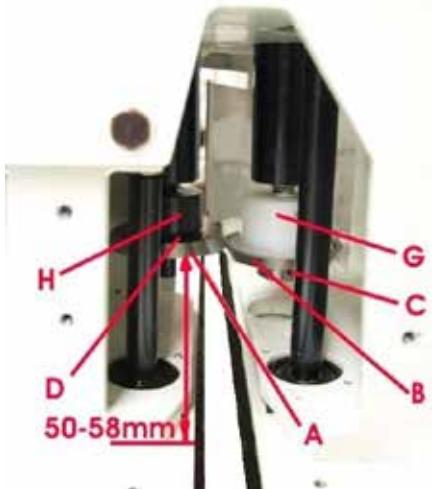

Fig. 5
The cutting height of the knives is adjustable from 50 to 58 mm (1 31/32 to 2 9/32 in.), measured from the upper surface of the chain case (See Fig. 5). The standard setting is 54 mm (2 1/8 in.).
To replace the knives (A, B, Fig. 5), remove the chip chute, the left hand guard and the two guide rails which are fastened with four screws. Turn the knives into a position where the screw (C, Fig. 5) located in the hub of the lower knife (B, Fig. 5) is accessible from the left side. Loosen screw (C, Fig. 5) with the special screw driver No. 95620 and remove lower knife (B, Fig. 5), upper knife (A, Fig. 5) and spring (D, Fig. 5).
**NOTE:** There is no screw in the hub of the upper knife (A, Fig. 5).
During assembly slip spring (D, Fig. 5) and upper knife (A, Fig. 5) on the front knife shaft. Turn the knife to and fro until the Woodruff key, cemented in the knife shaft, engages with the key groove in the knife hub. Hold upper knife in position. Slip the lower knife (B, Fig. 5) on the rear knife shaft until the Woodruff key engages with the key slot, and push the lower knife with the upper knife up to the stop on the plastic collar (G, Fig. 5). Tighten screw (C, Fig. 5) in the hub of the lower knife securely. The collar (G, Fig. 5) serves as a stop for the set cutting height of the knives. Therefore it is not necessary to readjust the height when replacing the knives. It also prevents the cut-off bag strips from being wound-up on the knife shaft. The pressure exerted by the upper knife on the lower knife can be reduced or increased by raising or lowering the collar (H, Fig. 5).
Reassemble the two guide rails (F, Fig. 5), the left hand guard and the chip chute. The chip chute should be set as close as possible to the lower knife without contacting the knives, the knife shafts or the collars.
Die Schneidhöhe der Messer ist im Bereich von ca. 50 bis 58 mm einstellbar, von der Oberkante des Kettenkastens aus gemessen (siehe Fig. 5). Die Grundeinstellung beträgt 54 mm.
Zum Auswechseln der Messer (A, B, Fig. 5) entfernen Sie die Abfallrinne, den linken Handschutz sowie die beiden Führungsschienen, die mit vier Schrauben befestigt sind. Drehen Sie die Messer soweit, bis die Schraube (C, Fig. 5) in der Nabe des Untermessers (B, Fig. 5) von links zugänglich ist. Lösen Sie mit dem Spezial-Schraubendreher Nr. 95620 die Schraube (C, Fig. 5) und nehmen Sie das Untermesser (B, Fig. 5) und das Obermesser (A, Fig. 5) sowie die Feder (D, Fig. 5) heraus.
**BEACHTEN SIE:** Die Nabe für das Obermesser (A, Fig. 5) enthält keine Befestigungsschraube.
Beim Einbau schieben Sie die Feder (D, Fig. 5) und das Obermesser (A, Fig. 5) auf die vordere Messerwelle. Drehen Sie das Messer hin und her bis die in der Welle eingeklebte Scheibenfeder in die Keilnut der Messernabe eingreift. Halten Sie das Obermesser fest. Schieben Sie das Untermesser (B, Fig. 5) auf die hintere Messerwelle bis die Scheibenfeder in die Keilnut eingreift und drücken Sie das Untermesser mit dem Obermesser nach oben bis das Untermesser am Stellring aus Kunststoff (G, Fig. 5) anschlägt. Ziehen Sie die Schraube (C, Fig. 5) in der Nabe des Untermessers gut an. Der Stellring (G, Fig. 5) dient als Anschlag für die eingestellte Schneidhöhe der Messer, so dass nach einem Messerwechsel die Höhe nicht neu eingestellt werden muss und verhindert, dass sich die abgeschnittenen Sackstreifen um die Messerwelle wickeln. Durch Höher- oder Tieferstellen des Stellrings (H, Fig. 5) kann der Druck, den das Obermesser auf das Untermesser ausübt, verringert oder erhöht werden.